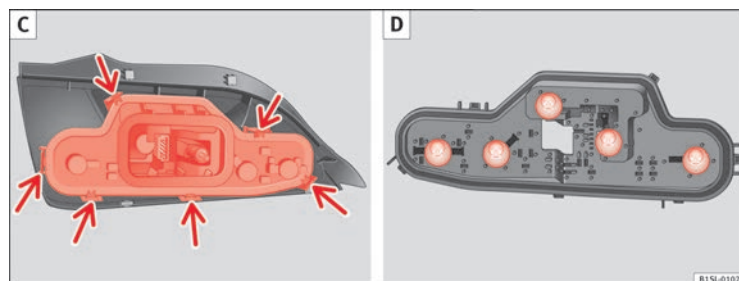

Fig. 154 Groupe optique arrière : C : Démontez le support d'ampoule D : Démontez les ampoules.
9. Déverrouillez le support d'ampoule sur les languettes de verrouillage (flèche) ⇒ fig. 154 C et retirez le support d'ampoule du feu arrière.
10. Remplacez l'ampoule défectueuse par une autre neuve identique ⇒ fig. 154 D.
11. Placez le porte-ampoule dans le groupe optique arrière. Les languettes de verrouillage (flèche) doivent s'encaster de manière audible ⇒ fig. 154 C.